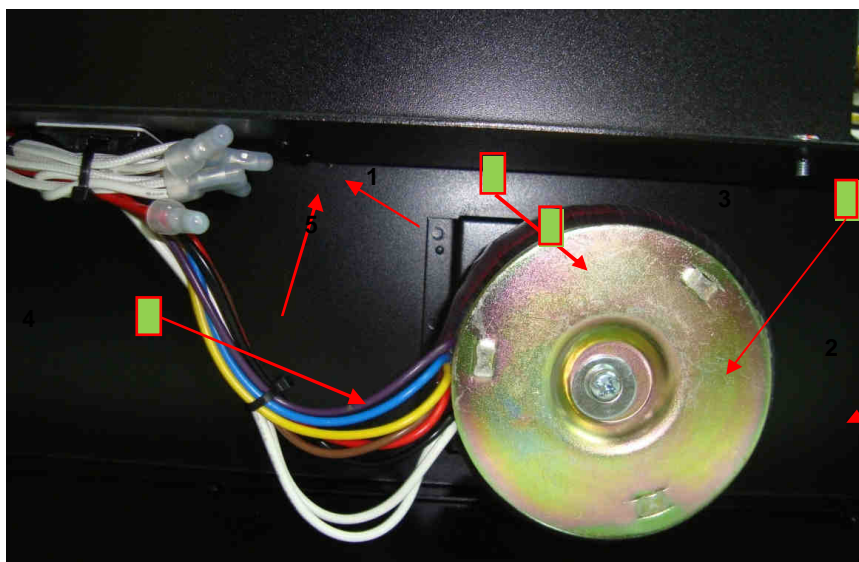

Рис. 6.36.
6.20.1. Выкрутить винт крепления трансформатора 3 и обрезать стяжку 4 (рис. 6.36).
Пояснения к рис. 6.36: